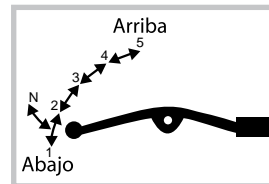

Imagen 35. Cambio de velocidades.
4. Meter la primera velocidad oprimiendo el pedal de cambio de velocidades. *Ver imagen 35.*
9. Seguir el mismo proceso para meter el siguiente cambio de velocidad. *Ver imagen 35.*